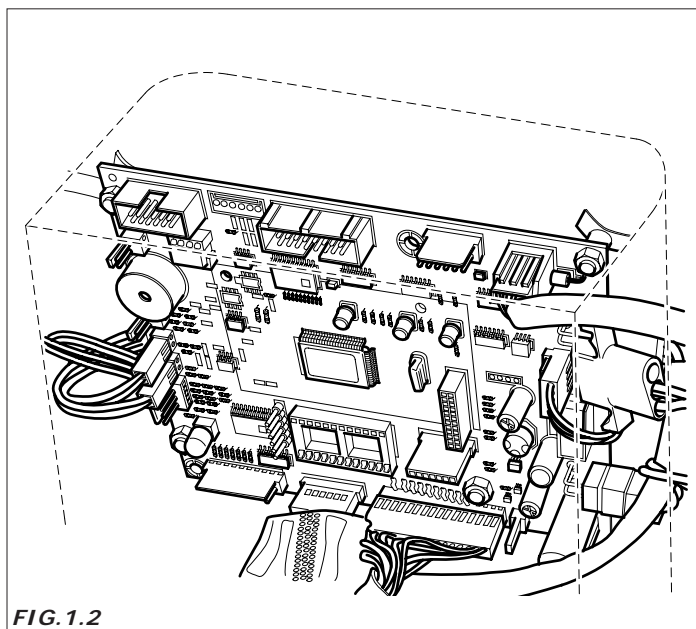

FIG. 1.2
- versão do programa contido no micro-processor (plaqueta adesiva no componente montado na placa Master e na placa Potência) (Fig. 1.2).